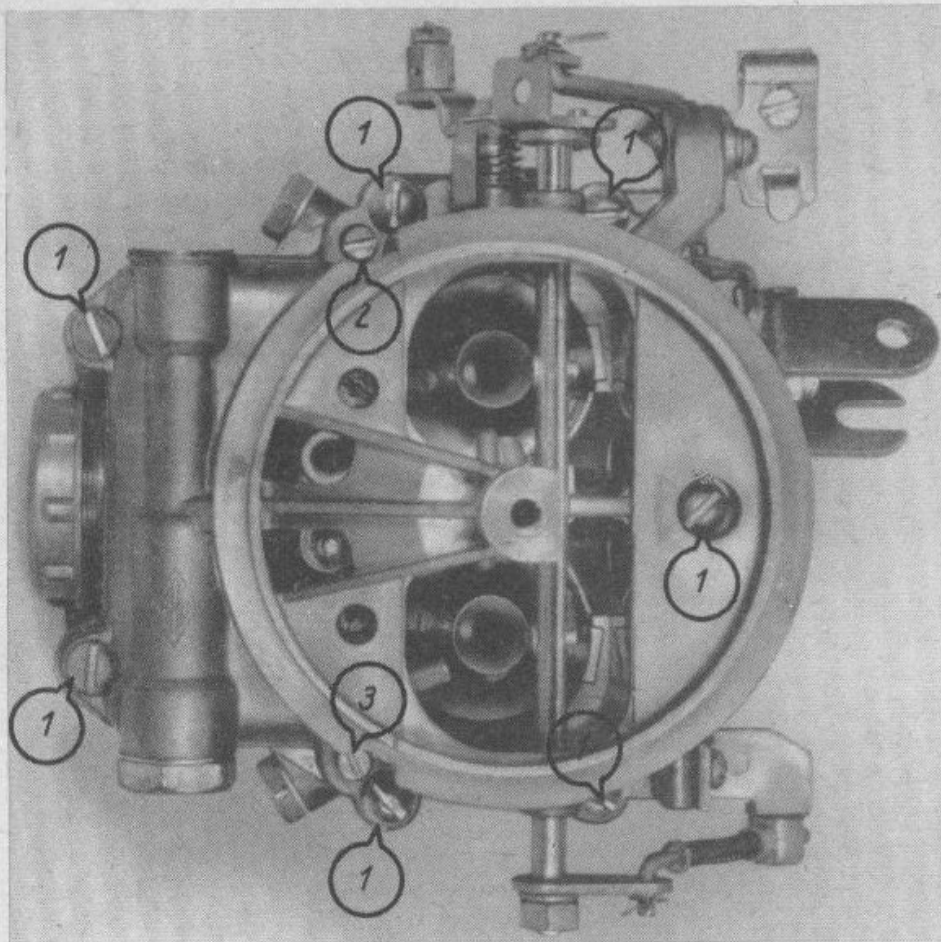

Bild 3-8
- beim Vergaser K-126 H die Starterklappenbetätigung durch Lösen der Schlitzschraube oder Herausziehen des Splintes abzunehmen und die 7 Schrauben, die den Vergaserdeckel halten, herauszudrehen (Bild 3-8);